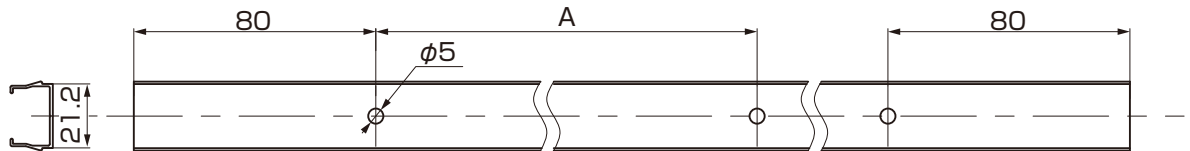
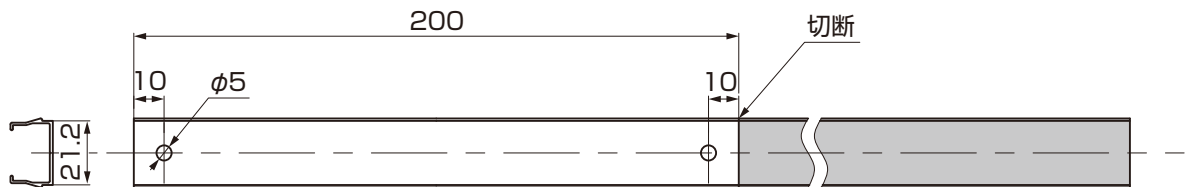

図5-7 H24・H29の場合
図5-8 H16の場合
- ① φ5の穴を接続側の板塀格子 端部カバーに開けてください。(表5-1、図5-7、図5-8参照)
- ② H16の場合は接続側の板塀格子 端部カバーを切断し3本に加工してください。(図5-8参照)